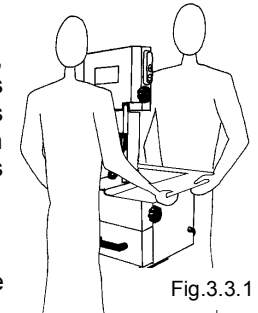

Fig.3.3.1
- Desplazar la máquina por lo menos entre dos personas cogiéndola desde el plano de trabajo (Fig. 3.3.1) ya que la misma tiene una masa de 57 kg.